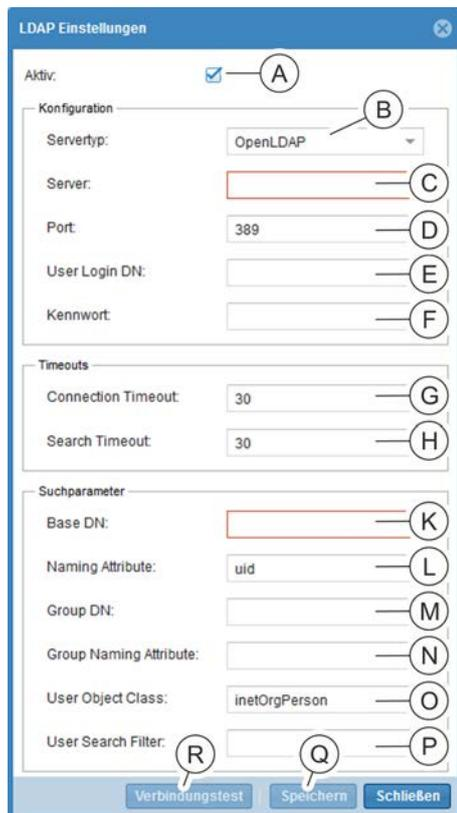

Abb. 214: Fenster "LDAP-Einstellungen"
Die Eingabefelder „Group DN“ (Abb. 214/Ⓜ), „Group Naming Attribute“ (Abb. 214/Ⓝ) und „User Search Subfilter“ (Abb. 214/Ⓟ) werden in der aktuellen Version noch nicht unterstützt und können nicht genutzt werden.
2. Die Checkbox „Aktiv“ anklicken (Abb. 214/A), um den LDAP-Dienst zu aktivieren.
3. Über das Auswahlmennü „Servertyp“ den Typ des eingesetzten Verzeichnisdienst-Servers auswählen (Abb. 214/B).
4. Die IPv4- oder IPv6-Adresse oder alternativ den Hostnamen des Verzeichnisdienst-Servers eintragen (Abb. 214/C).
5. Den Port für den LDAP-Dienst eintragen (Standard ist Port 389) (Abb. 214/D).
6. Für die Verbindung zum Verzeichnisdienst den Benutzer (User Login DN) eintragen (Abb. 214/E) und das zugehörige Kennwort eintragen (Abb. 214/F).
7. Gegebenenfalls einen Timeout-Wert für die Verbindungsherstellung zum Verzeichnisdienst zwischen 1 und 60 Sekunden eintragen (Standardwert ist 30 Sekunden) (Abb. 214/G).
8. Gegebenenfalls einen Timeout-Wert für das Durchsuchen des Verzeichnisdienstes zwischen 1 und 500 Sekunden eintragen (Standardwert ist 30 Sekunden) (Abb. 214/H).
9. Für die Suche im Verzeichnisdienst den Einstiegspunkt (Base DN) (Abb. 214/K) eintragen.
10. Bei Bedarf das "Naming Attribute" anpassen (Abb. 214/L). Dieses wird bei der Wahl des Servertyps für "MS Active Directory" automatisch auf "sAMAccountName" und für "OpenLDAP" auf "uid" gesetzt.
11. Bei Bedarf die "User Object Class" anpassen (Abb. 214/O). Diese wird bei der Wahl des Servertyps für "MS Active Directory" automatisch auf "user" und für "OpenLDAP" auf "inetOrgPerson" gesetzt.
12. Verbindung zum Verzeichnisdienst über die Schaltfläche „Verbindungstest“ (Abb. 214/Ⓢ) prüfen.
13. Eingabe über die Schaltfläche „Speichern“ (Abb. 214/Ⓢ) bestätigen.